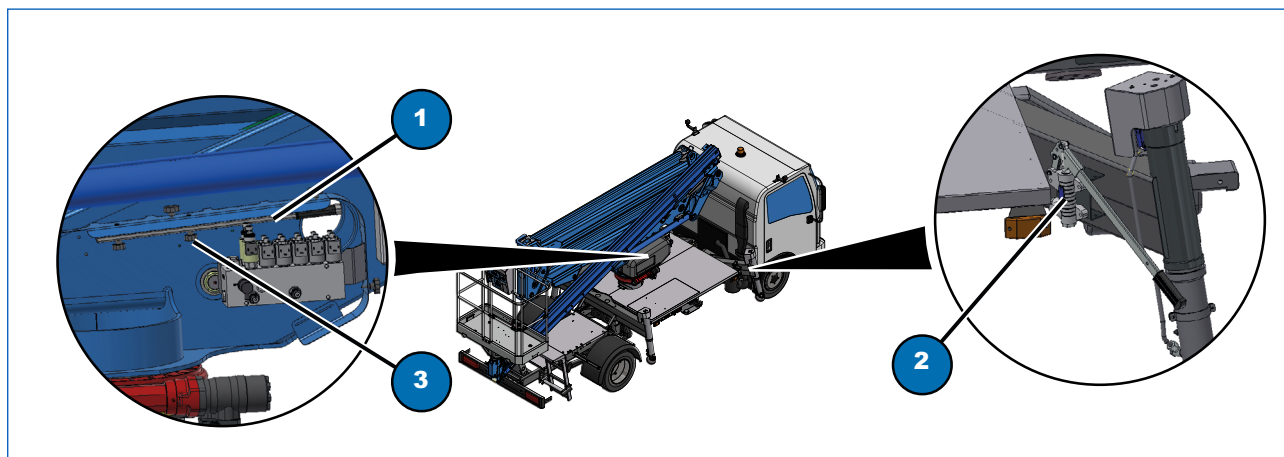

Fig. 5.5
La pompa manuale d'emergenza (Fig. 5.5, 2) è installata sulla traversa anteriore destra.
- rimuovere la leva (Fig. 5.5, 1) dal lato destro della torretta allentando la manopola nera (Fig. 5.5, 3) di bloccaggio ed inserirla nella pompa (Fig. 5.5, 2);
- azionare manualmente la leva della pompa manuale d'emergenza (Fig. 5.5, 2), e nell'azionare contemporaneamente i comandi elettrici della postazione di comando.